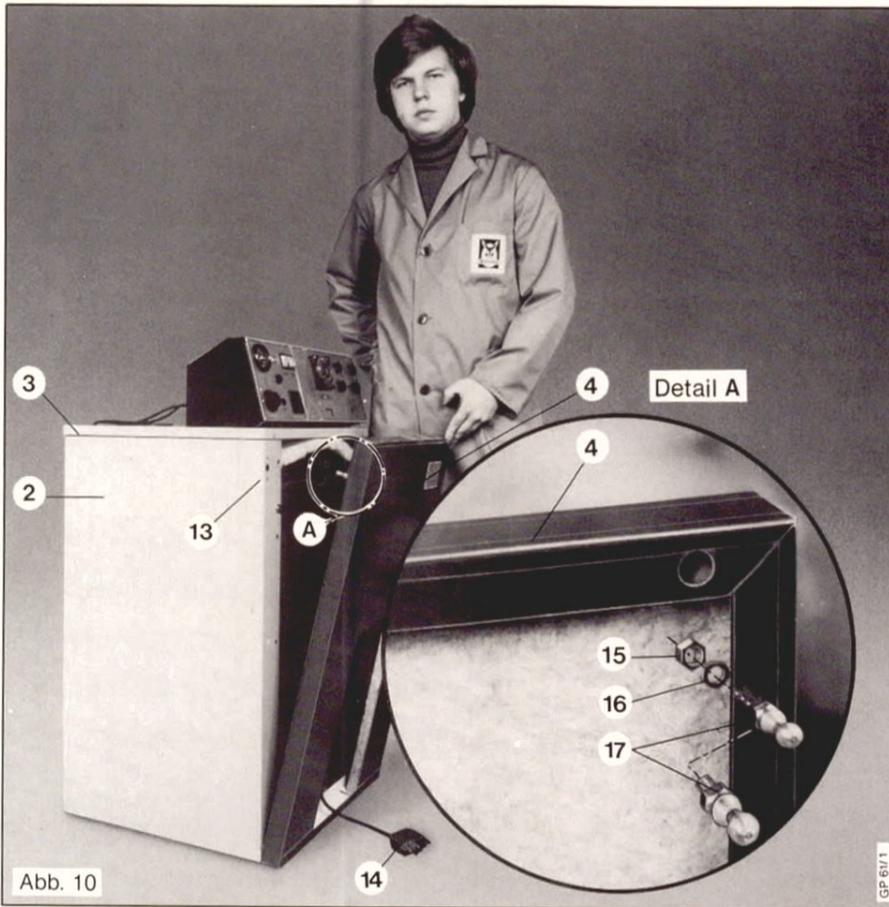

Abb. 10
Vorderes Verkleidungsblech (4), die Formschrauben (17) (siehe Detail A Abb. 10) mit Muttern (15) und U-Scheibe (16) in den Bohrungen befestigen.
Vorderes Verkleidungsblech (12), die Formschrauben mit Muttern u. U-Scheiben in den Bohrungen befestigen. (Siehe Abb. 10, Seite 7). Verkleidungsblech (12) in die U-Profilstrebe (11) einsetzen u. die Formschrauben in die entspr. Haltefedern an den Frontpaneelen (7 u. 10) einrasten. In die Frontpaneel (7 u. 10) knapp über dem Kesselschalt-pult je eine Stiftschraube mit ca. 10 mm langem, glattem Schaft einsetzen u. mit Muttern befestigen.